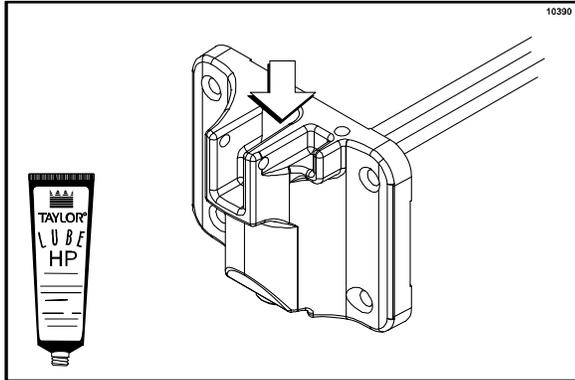

Figura 136
11. Lubrique ligeramente el interior de la parte superior de la cavidad para válvula de la puerta del congelador. (Vea la figura 136).